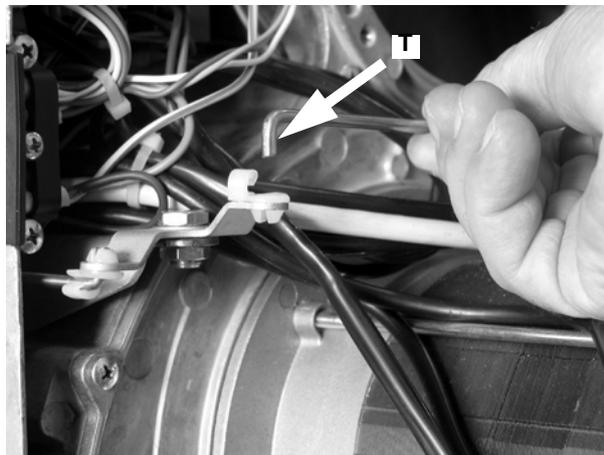

Fig. 45
- Sfilare il tirante **T** dalla sua sede come mostrato in Fig. 45.
- Riposizionare il tirante **T** (Fig. 45).